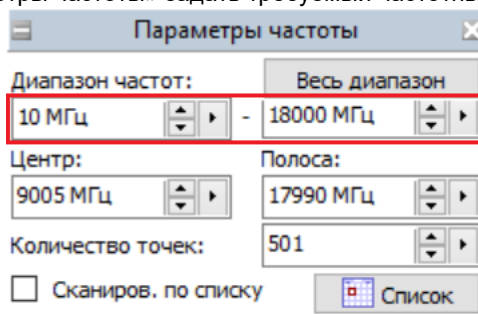

Рисунок 19. Задание частотного диапазона.
6. В панели управления «Параметры частоты» задать требуемый частотный диапазон измерения, рис. 19.